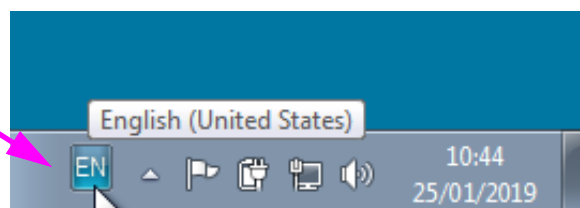

Figura C-19. Meniul vertical Limbă - Ecranul Bun venit (Windows 7)
2. Faceți clic pe pictograma cu două litere și apare un meniu similar cu cel prezentat în partea stângă în Figura C-19.